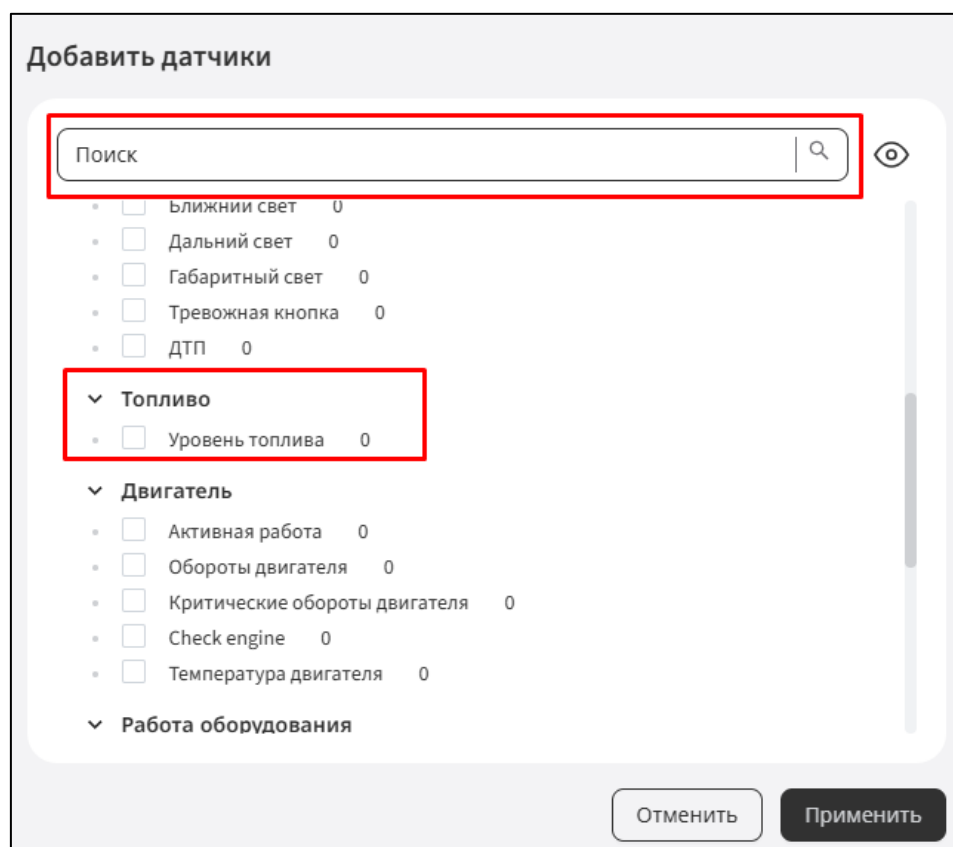

Рисунок 7
5. Выберите датчик «Уровень топлива» из предложенного списка (Рисунок 7).